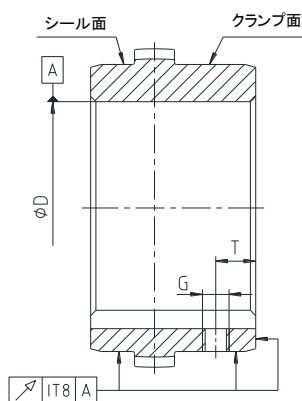
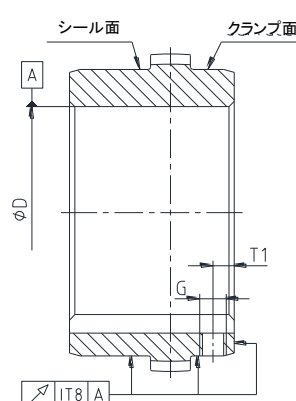

図21: サイズ10 - 70 のクランプ面/シール面
図22: サイズ10 - 70 のクランプ面/シール面
(図21 - 25 をご参照)
(図21 - 25, 表9, 表10 をご参照)
1) 図 21, 図 22 をご参照